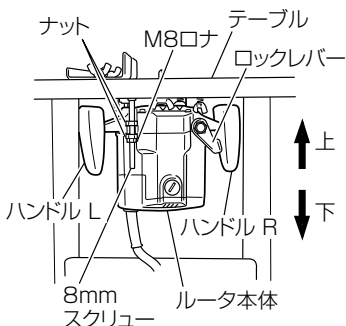

図 45
- ② 8 mm スクリューのナットおよび M8 ロナをゆるめます。（以下図 45）
- ③ ロックレバーをゆるめます。
- ④ ステアの底面に足をのせ、ルータ本体の左右のハンドルを握り、ルータ本体を上・下に移動させ、切込み深さを決めます。
- ⑤ 切込み深さが決まりましたら、ロックレバーを確実に締付けてください。つぎに上下のナットをスパナで確実に締付け、続いて M8 ロナもスパナで確実に締付けます。